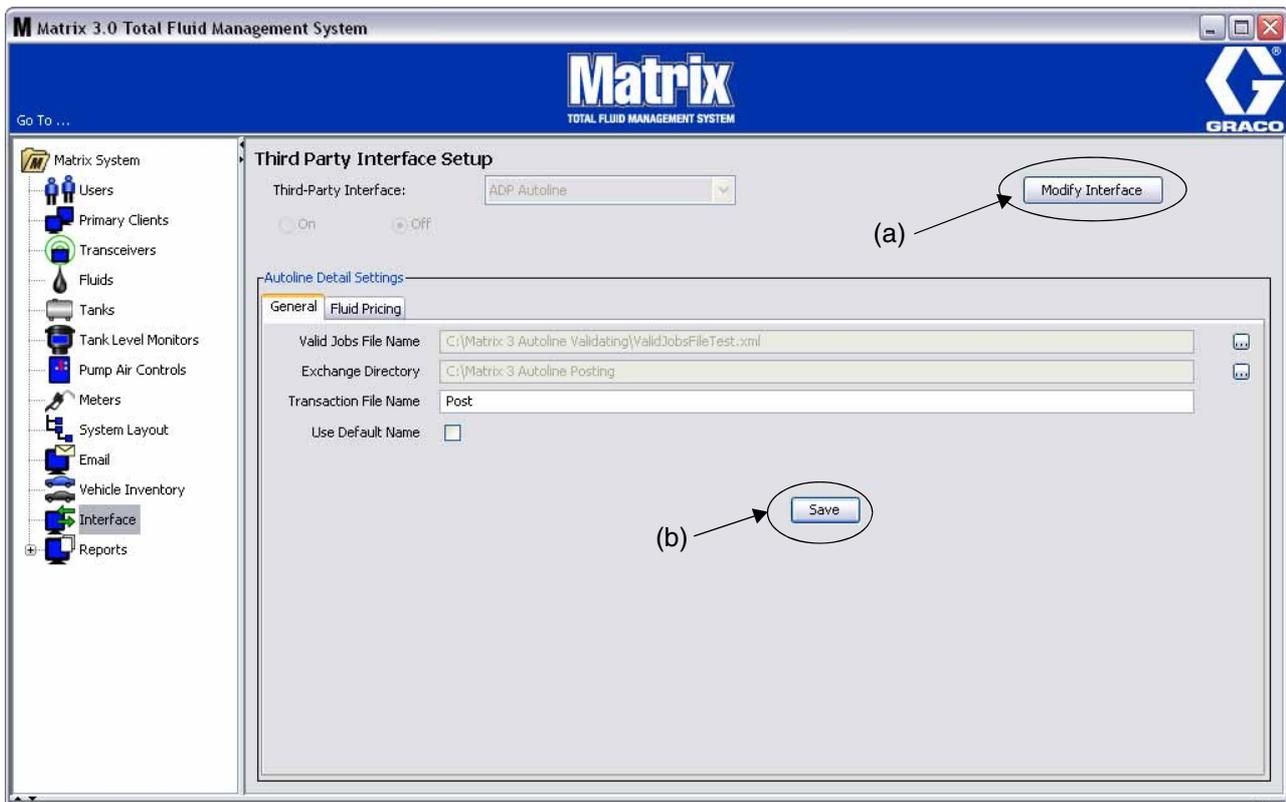
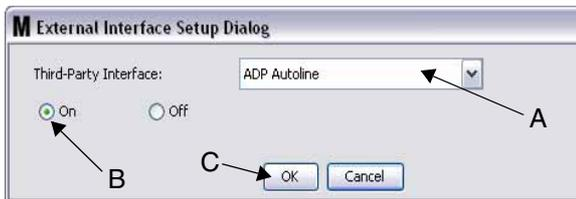

Fig. 1
FIG. 3 Boîte de dialogue de configuration de l'interface tiers
- **Bouton Modifier l'interface (a)** : Cliquer sur ce bouton affiche la boîte de dialogue de configuration de l'interface externe illustrée à la FIG. 3, page 5. Cette boîte de dialogue est utilisée pour spécifier l'interface Tiers que vous utilisez.
1. Cliquez sur le bouton (b) **Modifier Interface** (FIG. 1). La boîte de dialogue de Configuration de l'interface Externe illustrée à la FIG. 3 s'affiche. Cette boîte de dialogue est utilisée pour spécifier l'interface Tiers que vous utilisez.
2. Dans le menu déroulant (A - FIG. 3), sélectionnez ADP Autoline.
3. Cliquez sur « **ON** » (B - FIG. 3). L'interface Tiers permet à Matrix d'utiliser une interface tierce.
4. Cliquez sur le bouton **OK** (C - FIG. 3) pour fermer l'écran et confirmer votre sélection.